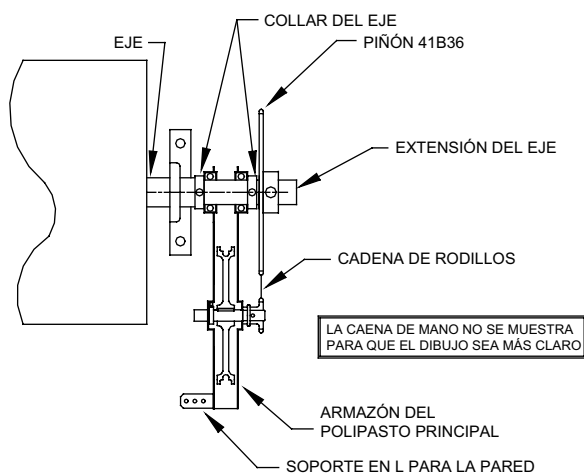

Figura 13
9.2 Operador de accionamiento reducido: instalación de polipasto de cadena 4:1 como se indica en la Figura 13.